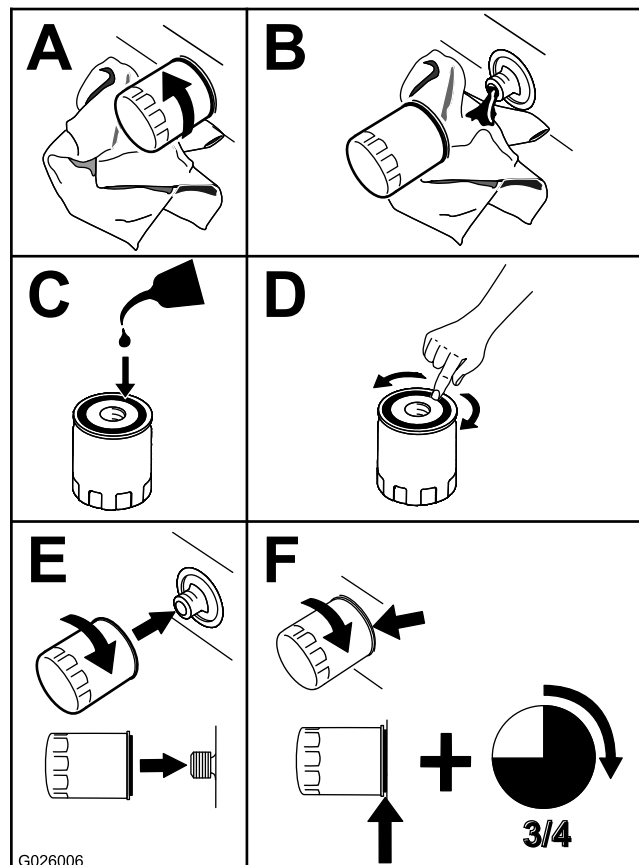

Figura 35
3. Sustituya el filtro de aceite del motor (Figura 35).